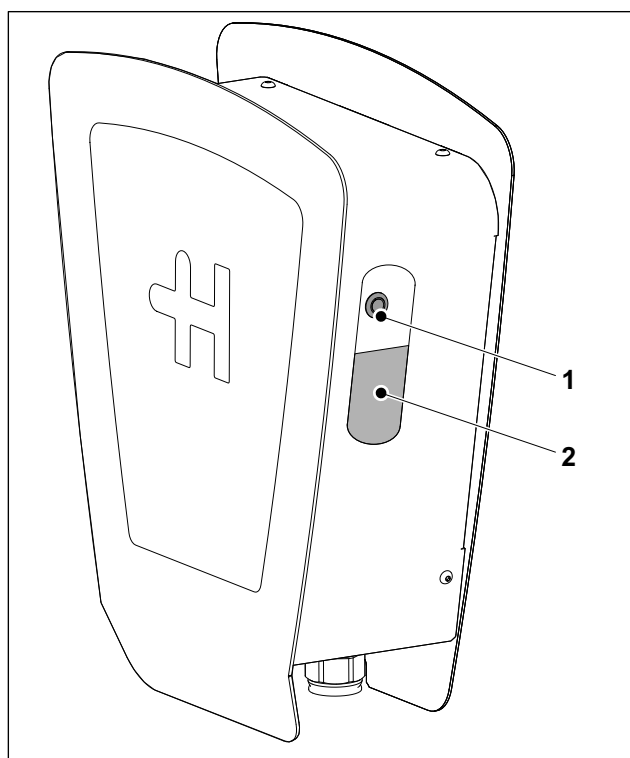

Fig. 1 Heidelberg Wallbox Home Eco
L'opération de charge **ne peut pas** être interrompue avec le bouton-poussoir (fig. 1/1). Il existe trois possibilités pour interrompre l'opération de charge :
Si le branchement du câble de charge ou l'actionnement du bouton-poussoir (fig. 1/1) ne produit pas d'effet sur la Wallbox, vérifiez côté bâtiment que l'alimentation est bien en circuit (disjoncteur de protection, DDR).
- Pour réarmer le dispositif de coupure résiduel, appuyez sur le bouton (fig. 1/1) pendant plus de 3 secondes. La LED vacille en vert.